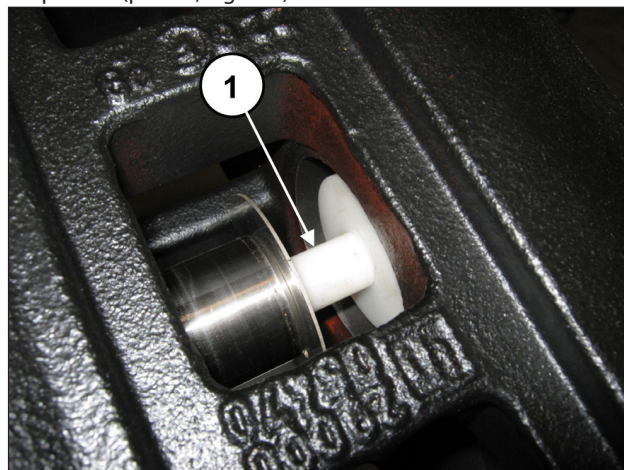

Fig. 174
Inserire l'attrezzo tampone cod. 27632500 tra il guida pistone e il pistone (pos. ①, Fig. 174).